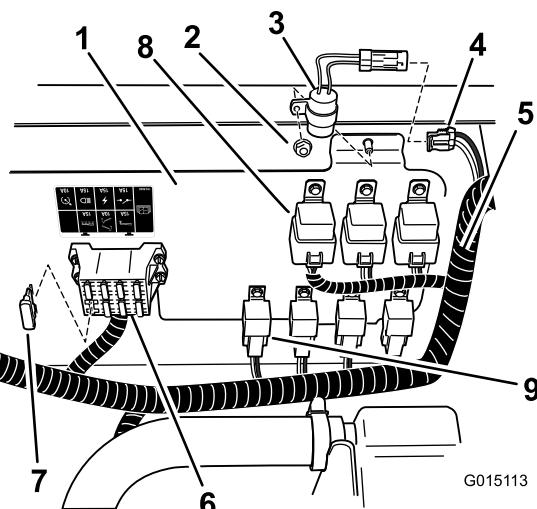

Figure 26
2. Trouvez le temporisateur dans les pièces détachées et posez-le à l'emplacement indiqué (Figure 26) à l'aide d'un contre-écrou.
3. Trouvez le connecteur du faisceau de câblage principal désigné "delay timer" (temporisateur). Connectez le temporisateur au faisceau principal à cet endroit (Figure 26).
4. Placez un fusible de 40 A dans l'emplacement libre de la boîte à fusibles, comme illustré à la (Figure 26). Si un fusible de plus faible intensité occupe déjà cet emplacement, retirez-le et remplacez-le par le fusible de 40 A.